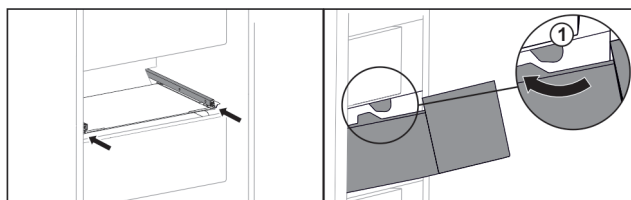

Fig. 47
- ▶ Prevedte zásuvku okolo zárážok Fig. 47 (1).